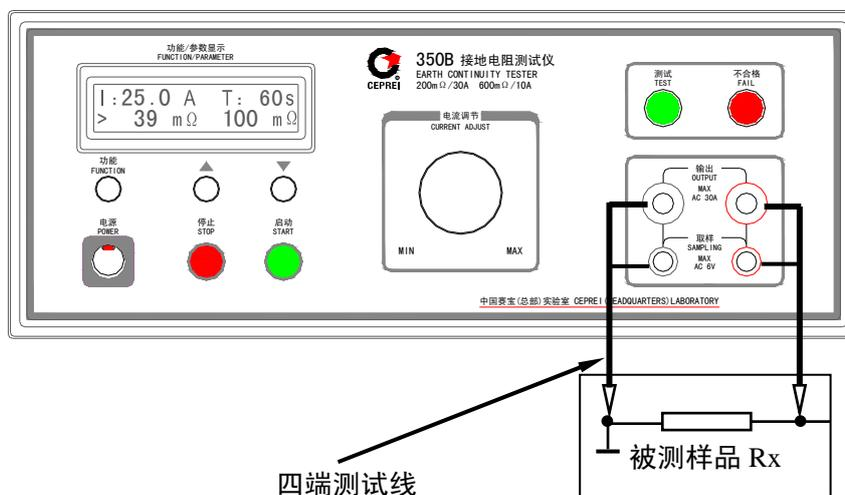

图 13 测试连接示意图
6. 2. 1 仪器接入额定电源 (220V、50Hz)，确认“电流调节”旋钮度盘处于“MIN”位后，按图 13 连接示意图连接试验样品的地端，然后打开电源开关。